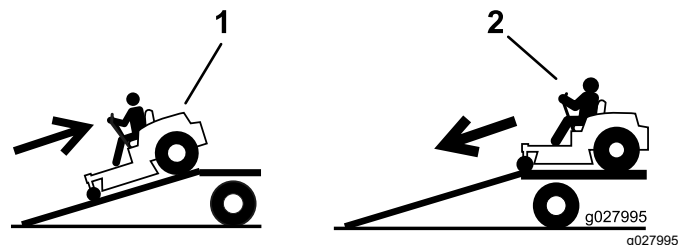

Figura 34
2. Desça a rampa em marcha para a frente (Figura 34).